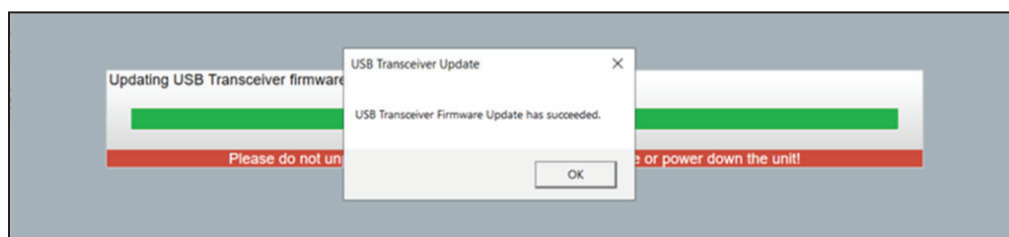

Figura 10. Mensagem de sucesso da atualização do firmware do transceptor USB.
PASSO 4. Quando a atualização estiver concluída, uma caixa de diálogo é apresentada exibindo uma mensagem de sucesso. Clique no botão **OK**. Ver Figura 10.